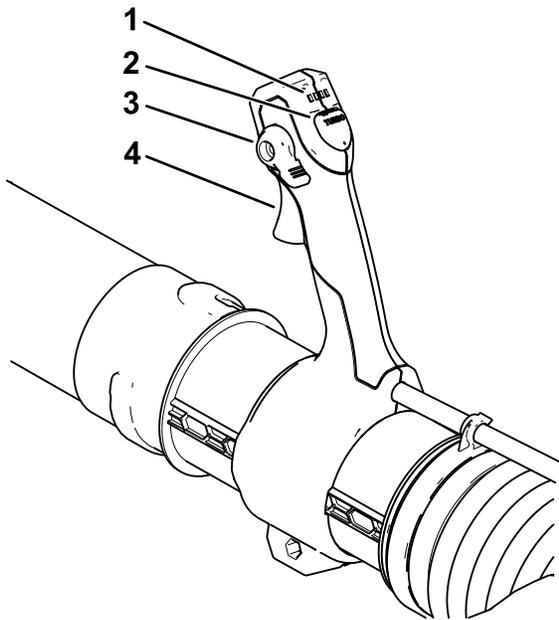

Figure 20
- Pour mettre le souffleur en marche, serrez la gâchette de vitesse variable (Figure 20).
Remarque: Enclenchez le blocage de vitesse pour laisser la machine tourner sans avoir à appuyer sur la gâchette de vitesse variable (Figure 20).
Pour régler le débit du souffleur en marche, serrez la gâchette de vitesse variable (Figure 20).
Pour obtenir des performances optimales (débit d'air), tenez la gâchette, puis appuyez et maintenez le bouton Turbo Boost enfoncé pendant la durée souhaitée (Figure 20).
Pour maintenir le débit d'air actuel, engagez le blocage de vitesse (Figure 20).